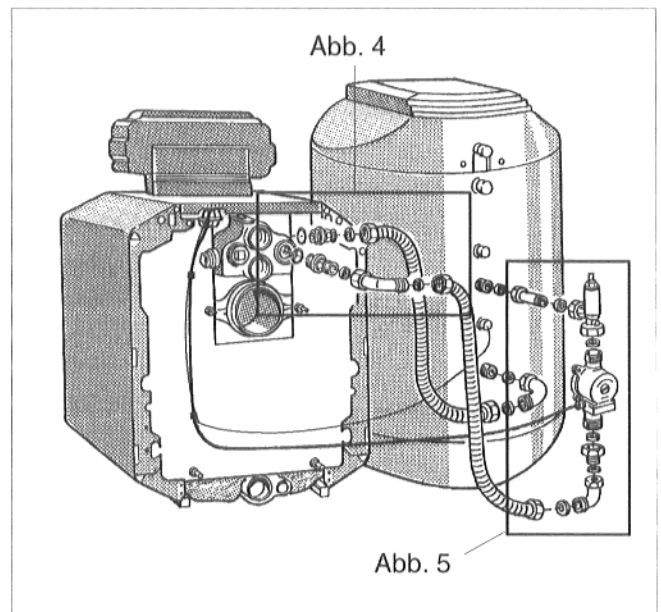

Abb. 3
- Dichtung in die Verlängerung (G 1) einlegen und die Verlängerung auf den Vorlaufstutzen am Speicher-Brauchwassererwärmer schrauben (Abb. 3 und 5).
- Dichtung in das Eck-Rückschlagventil einlegen und Eck-Rückschlagventil mit dem Handentlüfter nach oben an die Verlängerung anschrauben (Abb. 3 und 5).
- Dichtung in die freie Verschraubung des Eck-Rückschlagventiles einlegen und die Speicher-Ladepumpe, mit der Förderrichtung nach oben, am Eck-Rückschlagventil anschrauben (Abb. 3 und 5).
- Dichtung in das Reduzierstück (G 1 $\frac{1}{2}$ - 1) einlegen und das Reduzierstück auf den Saugstutzen der Speicher-Ladepumpe schrauben (Abb. 3 und 5).
- Winkel (G 1) mit eingelegter Dichtung auf das Reduzierstück schrauben (Abgang zum Heizkessel; Abb. 3 und 5).